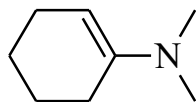

Figure 2 Formule topologique de l'énamine B
I.C.1) L'énamine B est obtenue par réaction entre la diméthylamine (ou N-méthylméthanamine) et la cyclohexanone ; sa formule topologique est représentée **figure 2**.
L'eau et l'aniline sont deux liquides partiellement miscibles l'un dans l'autre. Le diagramme présenté sur la figure 2.a. illustre les équilibres de phases caractéristiques des mélanges eau-aniline à la pression atmosphérique. Celui-ci est très imprécis, au voisinage de 100 °C, pour les valeurs de la fraction molaire en aniline comprises entre $x = 0$ et $x = 0,04$.
Pour étudier ce diagramme expérimental, on pourra s'aider du diagramme théorique général présenté sur la figure 2.b.